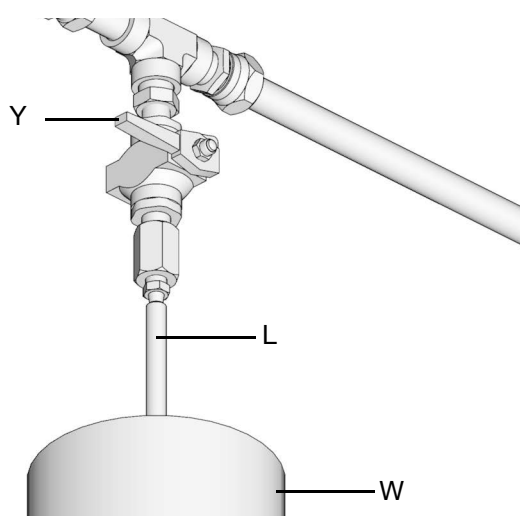

FIG. 19
1. Pour relâcher la pression entre la pompe de remplissage (F) et la vanne du mécanisme d'arrêt du remplissage automatique (B), ouvrir la vanne de décompression du flexible d'alimentation (Y) (FIG. 19). La pression est relâchée et l'excès de fluide est évacué par le tube de vidange (L) et dans le récipient de débordement de lubrification (W).